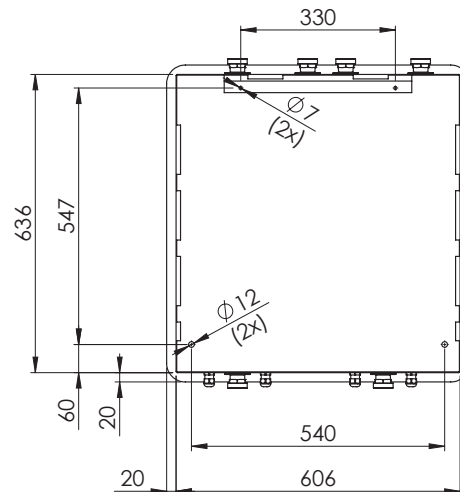

Abb. 44: Montagelöcher anzeichnen und bohren
- ▶ Die Montagelöcher für Montagewinkel und Montagelöcher unten lt Skizze Abb. 44 markieren und bohren.